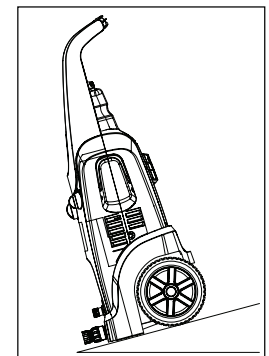

Figura 9
7. Si está operando la unidad en un plano inclinado como una entrada de automóvil o pendiente, la parte delantera de la unidad deberá estar dirigida hacia la bajada, como se muestra en la figura 9.